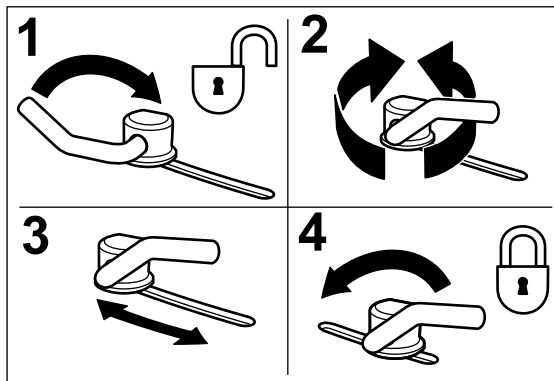

図 14
1. カムロックは、レバーをゆるめて調整する (図 14)。
3. 調整ができたならレバーを締めてバッフルとカムロックを固定する。(図 14)